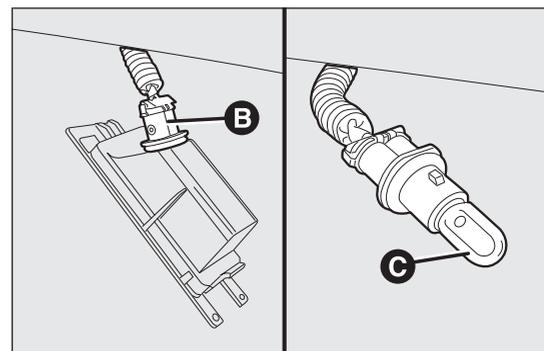

fig. 147
- ruotare il portalampada B fig. 147 in senso antiorario, quindi sfilare la lampada C.